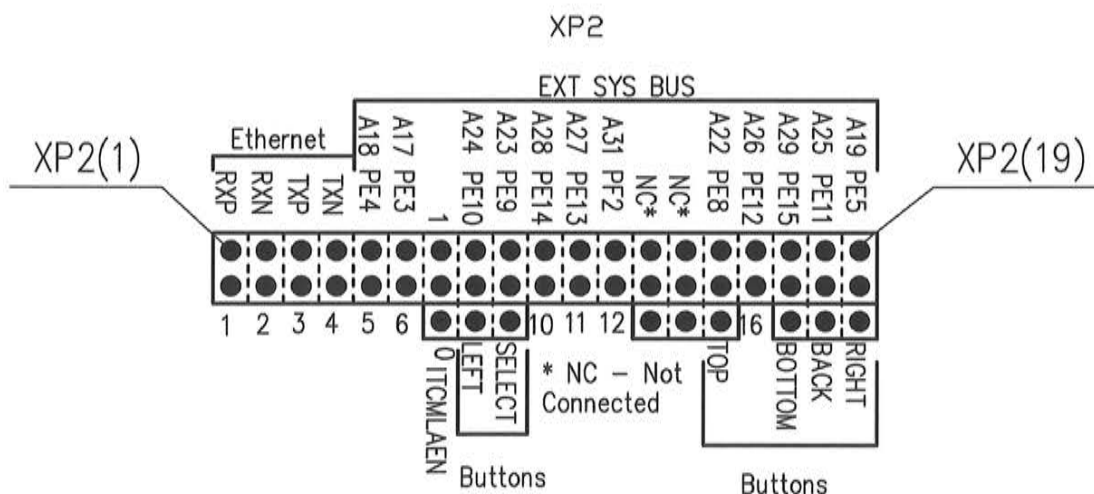

Рисунок 6 – Разъем XP2
Если на разъеме ХР2 (рисунок 6) перемычка установлена в позицию ХР2(7) в положение «1», то микросхема начинает выполнять программу из внутренней Flash-памяти, если в положение «0», то микросхема начинает выполнять программу из внешней памяти. В большинстве случаев перемычка должна быть установлена в положение «1»;